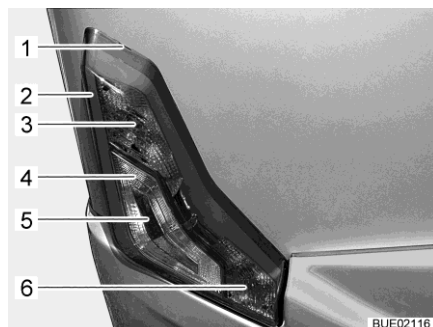

Bild 163 Beleuchtung Heck
- Flaches Werkzeug in Kerbe (Bild 163,1) stecken und Gehäuse vorsichtig abhebeln.